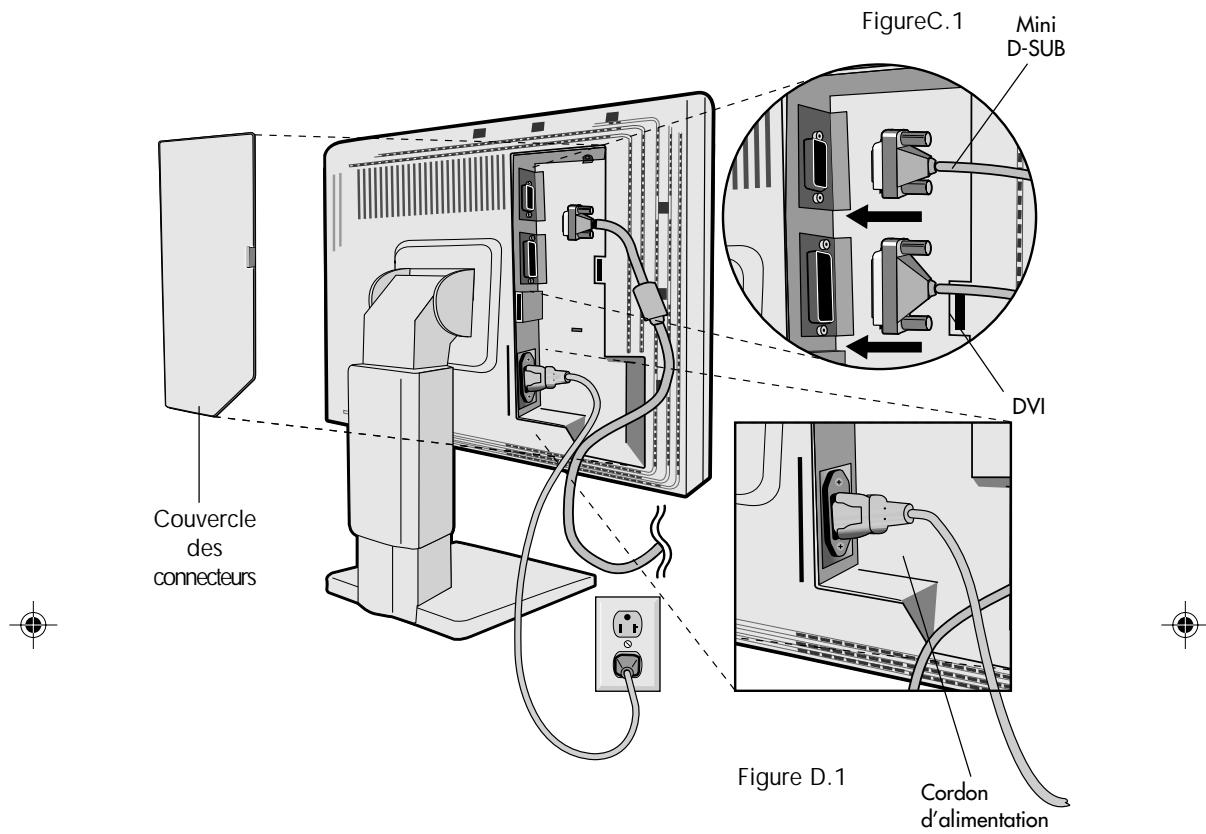

Figure D.1
4. Connecter une extrémité du câble d'alimentation électrique sur l'arrivée CA située à l'arrière du moniteur et l'autre extrémité sur la prise de courant. (Figure D.1).